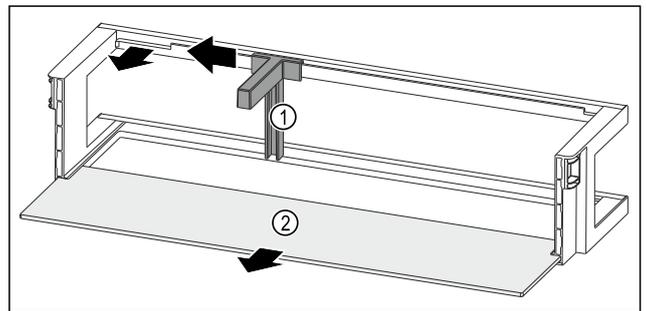

Fig. 120 Лотки на дверцятах із тримачем пляшок і полицею
- ▶ Пересуньте тримач пляшок Fig. 120 (1) убік до пазу.
- ▶ Вийміть тримач пляшок Fig. 120 (1).
- ▶ Дістаньте полицю Fig. 120 (2).